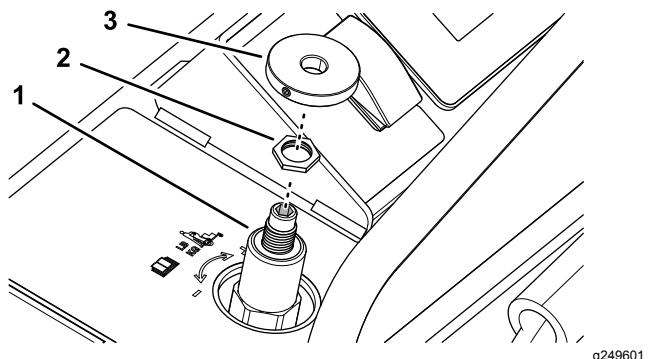

Figura 56
1. Asegúrese de que el tornillo de ajuste del pomo del control de peso está girado lo suficiente en sentido antihorario para que el pomo encaje en el vástago de la válvula de control de peso (Figura 56).
2. Asegúrese de que la contratuerca del vástago de la válvula de control de peso está apretada (Figura 56); consulte el paso 6 de Ajuste de la válvula de control del peso del operador \(página 48\).
3. Coloque el pomo sobre el vástago de la válvula de control de peso (Figura 56).
3. Afloje la contratuerca de la válvula de control de peso; consulte Figura 56 en Montaje del mando de control de peso \(página 48\).